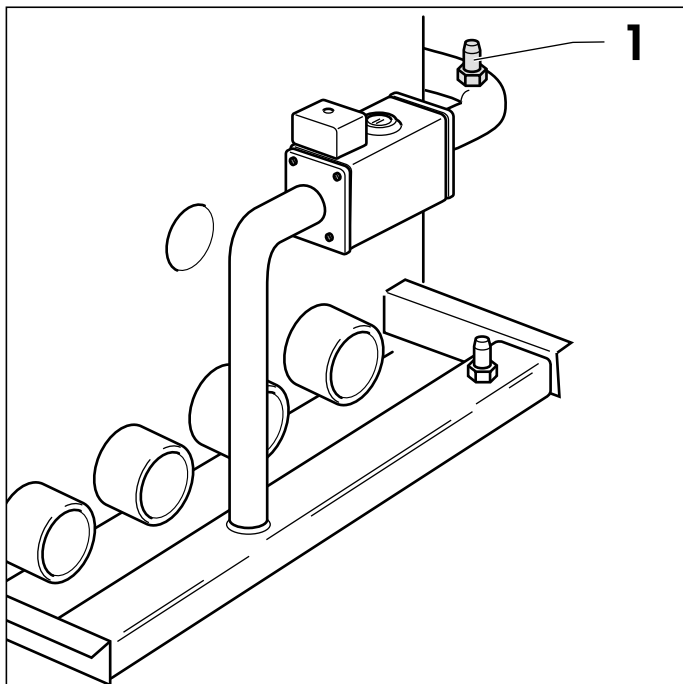

Рис. 5.2 Проверка давления газа на входе
- Ослабьте винт измерительного штуцера (1) рис. 5.2;
- К штуцеру (1) подключите манометр;
- Затяните винт штуцера (1), откройте газовый кран и проверьте штуцер на герметичность.